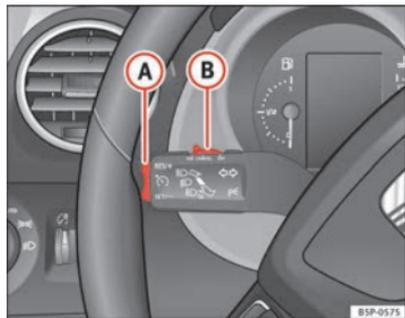

Fig. 147 Alavanca das luzes indicadoras de mudança de direcção e dos máximos: comutador e botão basculante para o regulador de velocidade
- Empurrar o cursor → fig. 147 **B** para esquerda para **ON**.